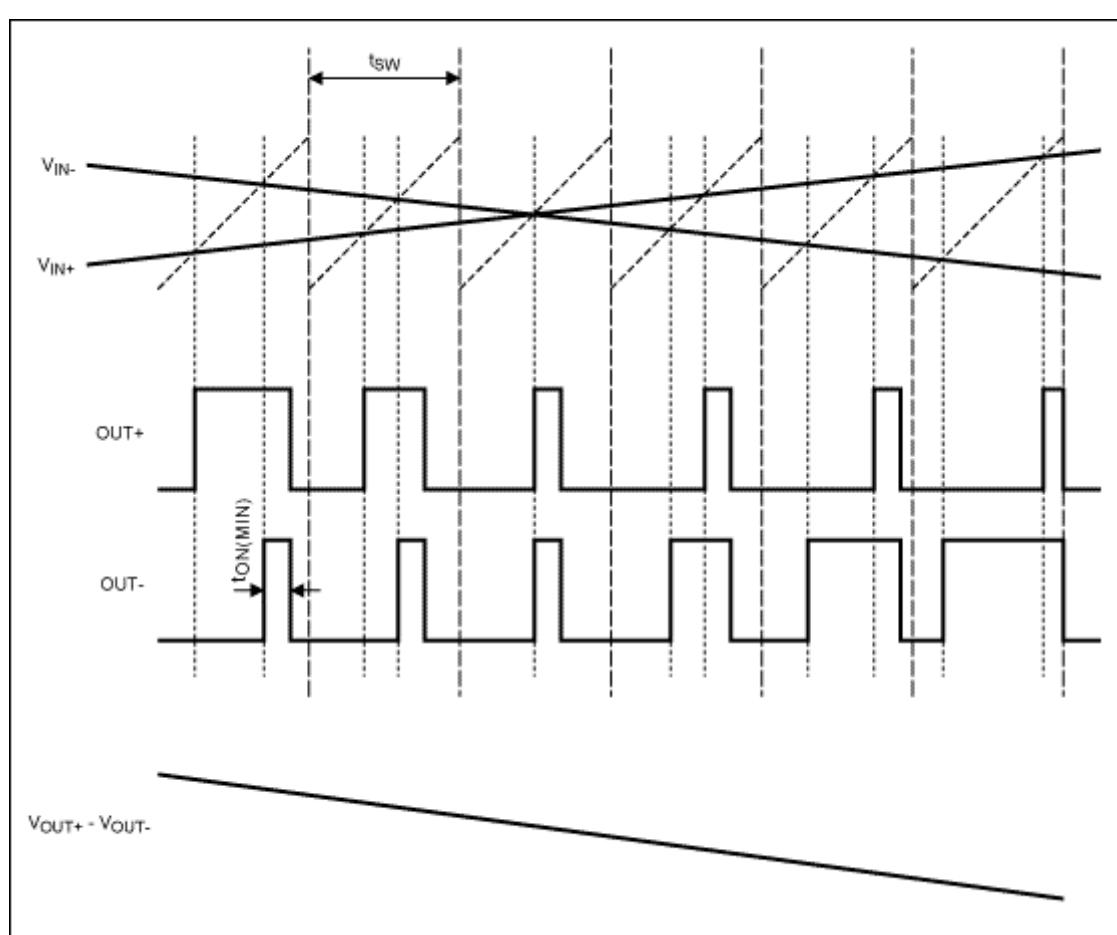
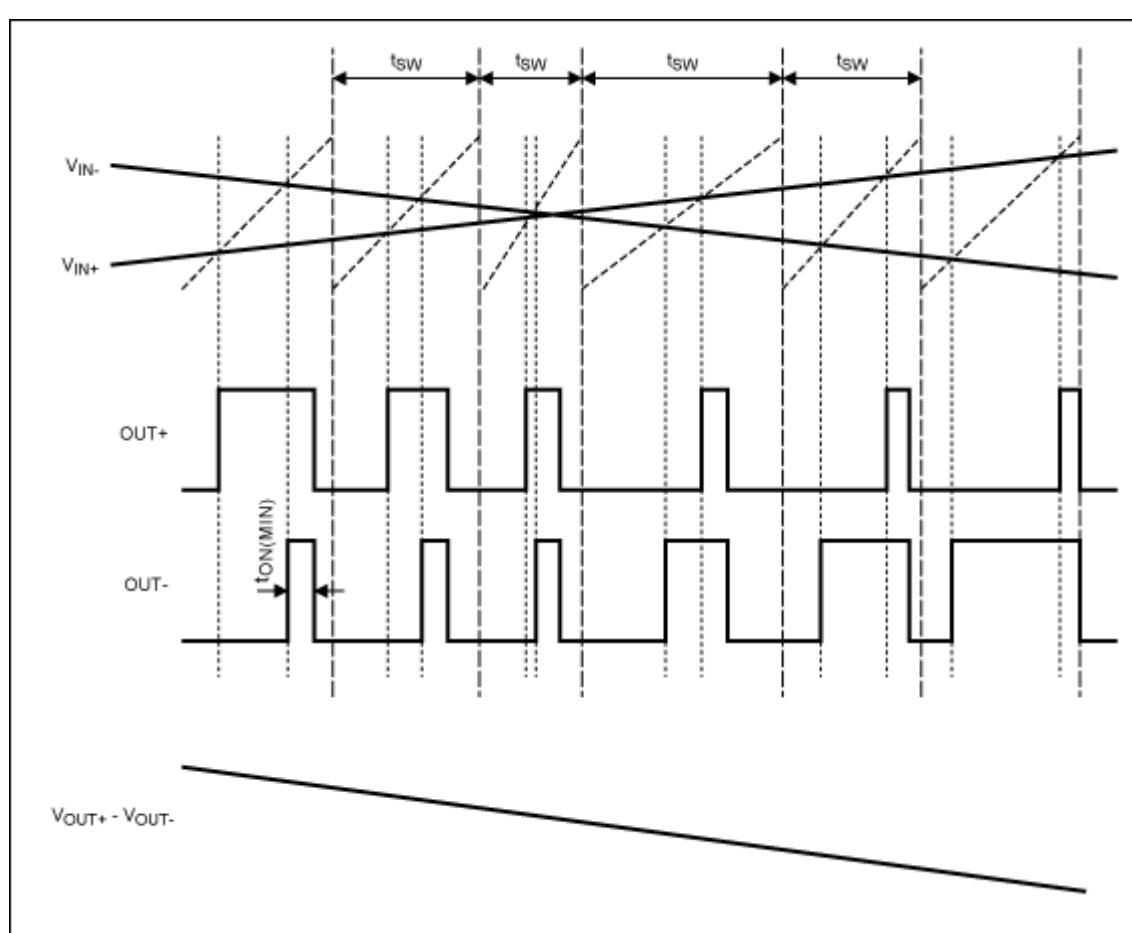

图 3. FFM 模式下, Maxim 的 D 类 BTL 放大器加载输入信号后的输出
图4. 扩谱调制模式下, Maxim 的D类BTL放大器加载输入信号后的输出
Maxim 的 D 类放大器采用两种调制模式：(1) 固定频率调制(FFM)模式；(2) 扩谱调制模式。FFM 模式下(图 3)，锯齿波的周期保持不变，这一点和传统的 PWM 方案是一样的。扩谱调制模式(图 4)下，锯齿波的周期会逐周期发生改变(变化范围达 $\pm 10\%$)。图 4 对锯齿波的周期变化进行了夸大，以更好地展示其效果。